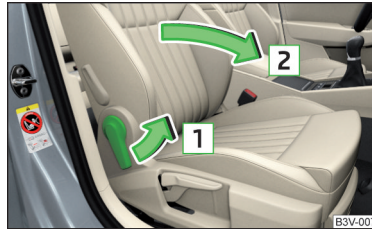

Abb. 74
- › Am Hebel in Pfeilrichtung **1** » Abb. 74 ziehen.